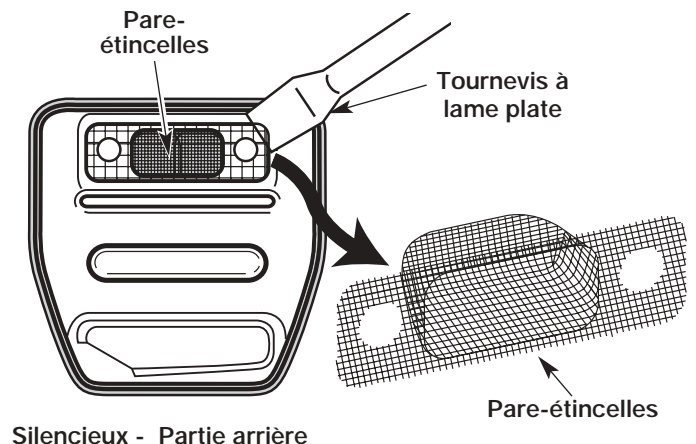

Figure 27
4. Soulevez soigneusement le pare-étincelles de son trou à l'aide d'un petit tournevis à lame plate (Fig. 27). Retirez le pare-étincelles du silencieux.
5. Nettoyez le pare-étincelles à l'aide d'une brosse métallique. Remplacez-le s'il est endommagé ou si vous n'arrivez pas à le nettoyer complètement (Fig. 27).